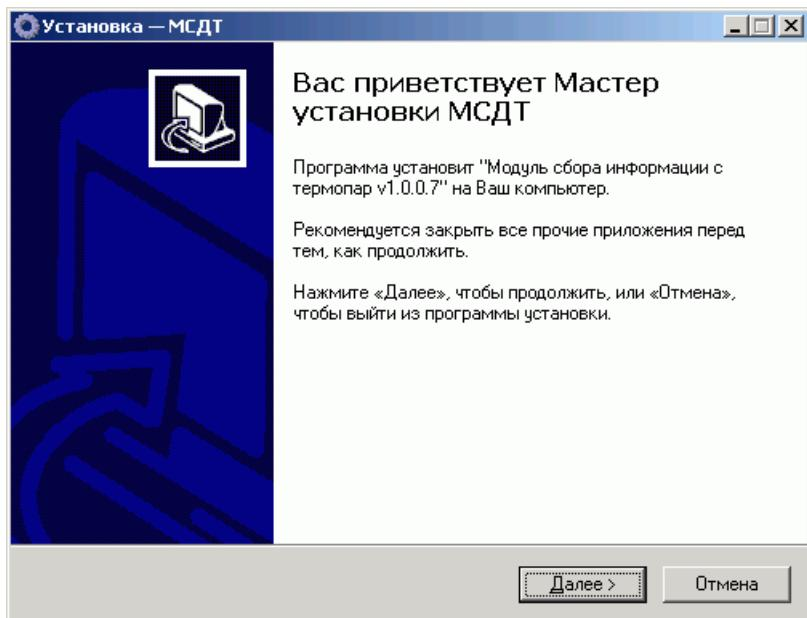

Рисунок 3.4. Установка программы МСДТ.
3.1.5. Установить на компьютер программу МСДТ (файл ”setup MSDT v1-0-0-7.exe“). (См. рис.3.4).